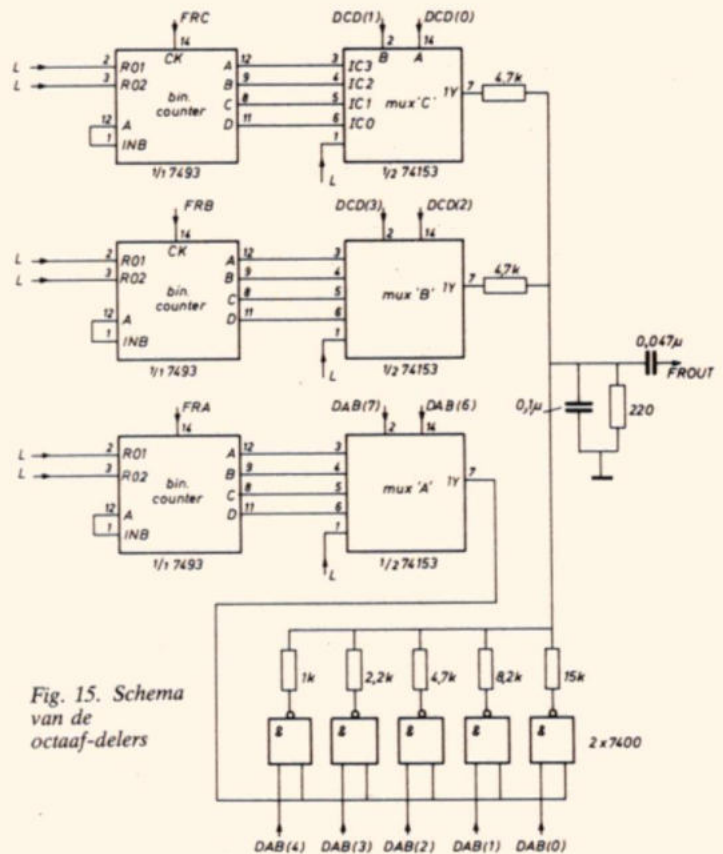

Fig. 15. Schema van de octaaf-delers
ingangen DH en DL, waarbij DL (0) het minst-significante bit is. De octaafdelers zijn weergegeven in fig. 15. Aan de uitgangen A t/m D van de binaire counters verschijnen de door deling afgeleide frequenties van FRA, FRB en FRC. De waarde van de data-ingangen DAB en DCB bepaalt welke van de gedeelde frequenties wordt doorgelaten. De lijnen DAB (0) t/m DAB (4) bepalen de amplitude van uitgangsfrequentie A t.o.v. de sterkte van beide andere. Het bitpatroon 00100 geeft gelijke amplitude. De uitgang FROUT wordt op een normale audio amplifier plus luidspreker aangesloten.